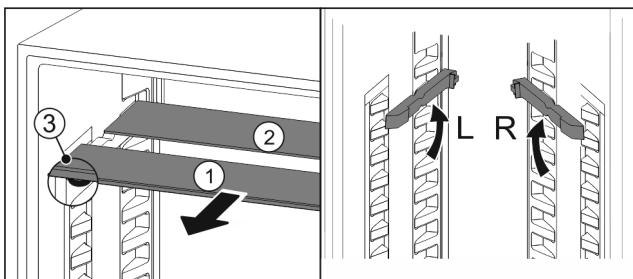

Fig. 23
- Sortir les tablettes par l'avant Fig. 23 (1).
- ▷ La tablette en verre Fig. 23 (1) avec bordure décorative est située à l'avant.
- ▷ Les butées Fig. 23 (3) sont orientées vers le bas.